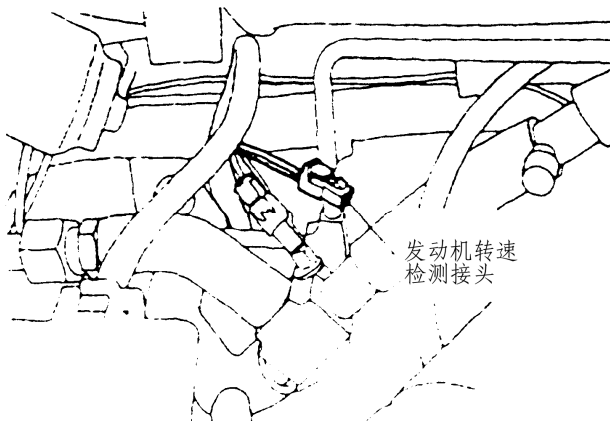

图 3-35 发动机转速检测接头
- (1) 检查与调整前，将车辆调整为检查前准备状态。
- (2) 将 MUT-II 接上诊断接头。注意在接上 MUT-II 时，先将诊断控制端子搭铁。
- (3) 若不使用 MUT-II，请按下列方法调整：
- ①如图 3-35 所示，在发动机转速检测接头内（蓝色）插放回纹针。